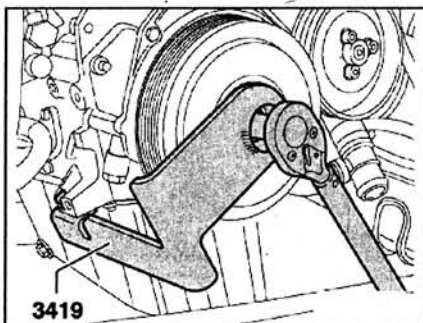

Рис. 2.100. Установите стойку 3419 или T10025 и ослабьте центральный болт крепления канавочного и зубчатого шкивов коленчатого вала.
9. Установите стойку 3419 или T10025 и ослабьте центральный болт крепления канавочного и зубчатого шкивов коленчатого вала (рис. 2.100).